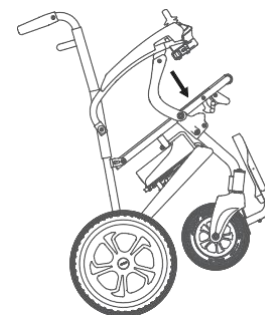
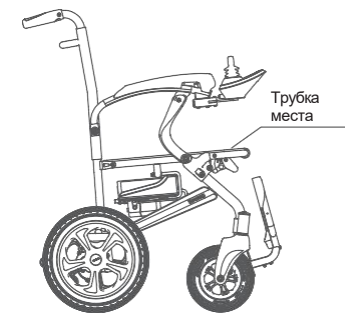

Рисунок 5.4
Рисунок 5.5
- Положите инвалидную коляску ровно, возьмитесь левой рукой за ручку, а правой рукой толкайте трубу сиденья, смещая центр тяжести к трубе сиденья, как показано на рис. 5.4, пока инвалидная коляска с электроприводом не будет полностью выдвинута, как показано на рис. 5.5.